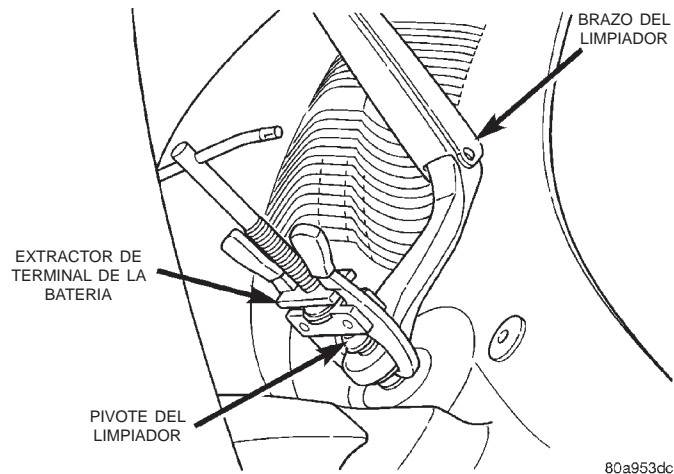

Fig. 7 Extractor del brazo del limpiador - característico
- (2) Retire la tuerca que fija el brazo del limpiador al eje del pivote del limpiador.
- (3) Utilice un extractor de terminal de la batería para desacoplar el brazo del limpiador de las estrías del eje de pivote del limpiador (Fig. 7).
- (4) Retire el brazo y la escobilla del limpiador de la base del parabrisas.
- (2) Retire la tuerca que fija el brazo del limpiador al eje transmisor del motor de limpiador trasero.
- (3) Utilice un extractor de terminal de batería para desacoplar el brazo del limpiador de las estrías del eje transmisor del motor de limpiador trasero (Fig. 7).
- (4) Retire el brazo y la escobilla del limpiador trasero de la compuerta levadiza.